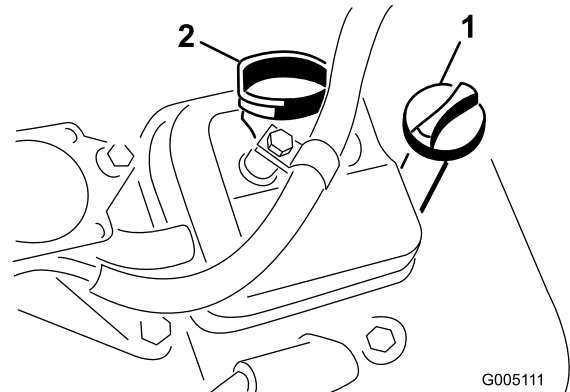

图25
2. 拧下量油尺，用干净的抹布擦拭。将量油尺拧入量油尺管道中，并确保它完全插入（图25）。